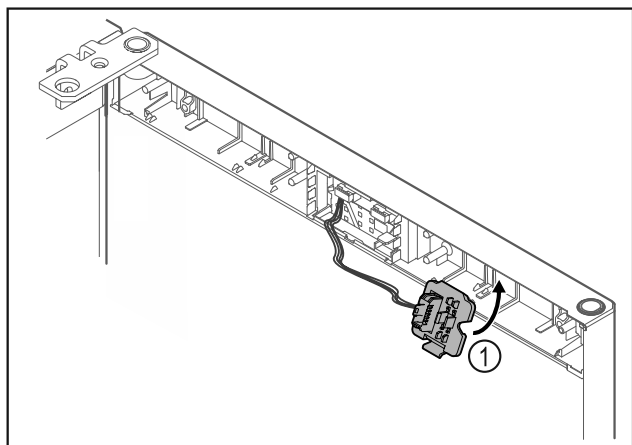

Fig. 21
- Установите и зафиксируйте держатель штекера Fig. 21 (1) на противоположной стороне.